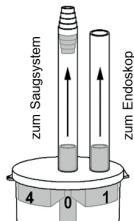

Abb. 1
- Podłączyć wąż od środkowego przyłącza syfonu do instalacji ssącej (Rys. 1).
- Podłączyć złącze zewnętrzne do endoskopu (Rys. 1).